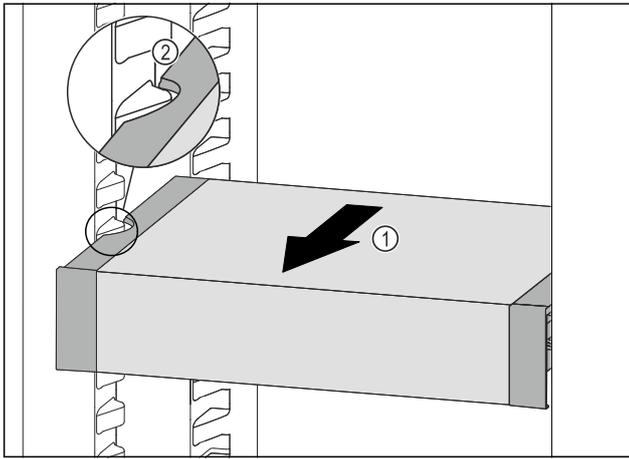

Fig. 87
- ▶ Тяните VarioSafe вперед Fig. 87 (1), пока боковые выемки VarioSafe не окажутся на высоте выступа резервуара в холодильном отделении. Fig. 87 (2)